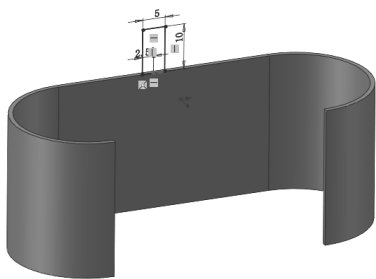
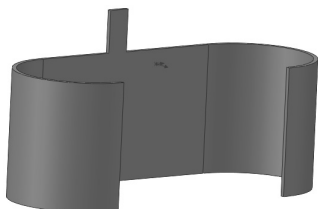

图 10-16 绘制草图
图 10-17 生成薄片特征
3) 在选择的基准面上绘制草图，如图 10-16 所示，然后单击（退出草图）按钮，生成薄片特征，如图 10-17 所示。